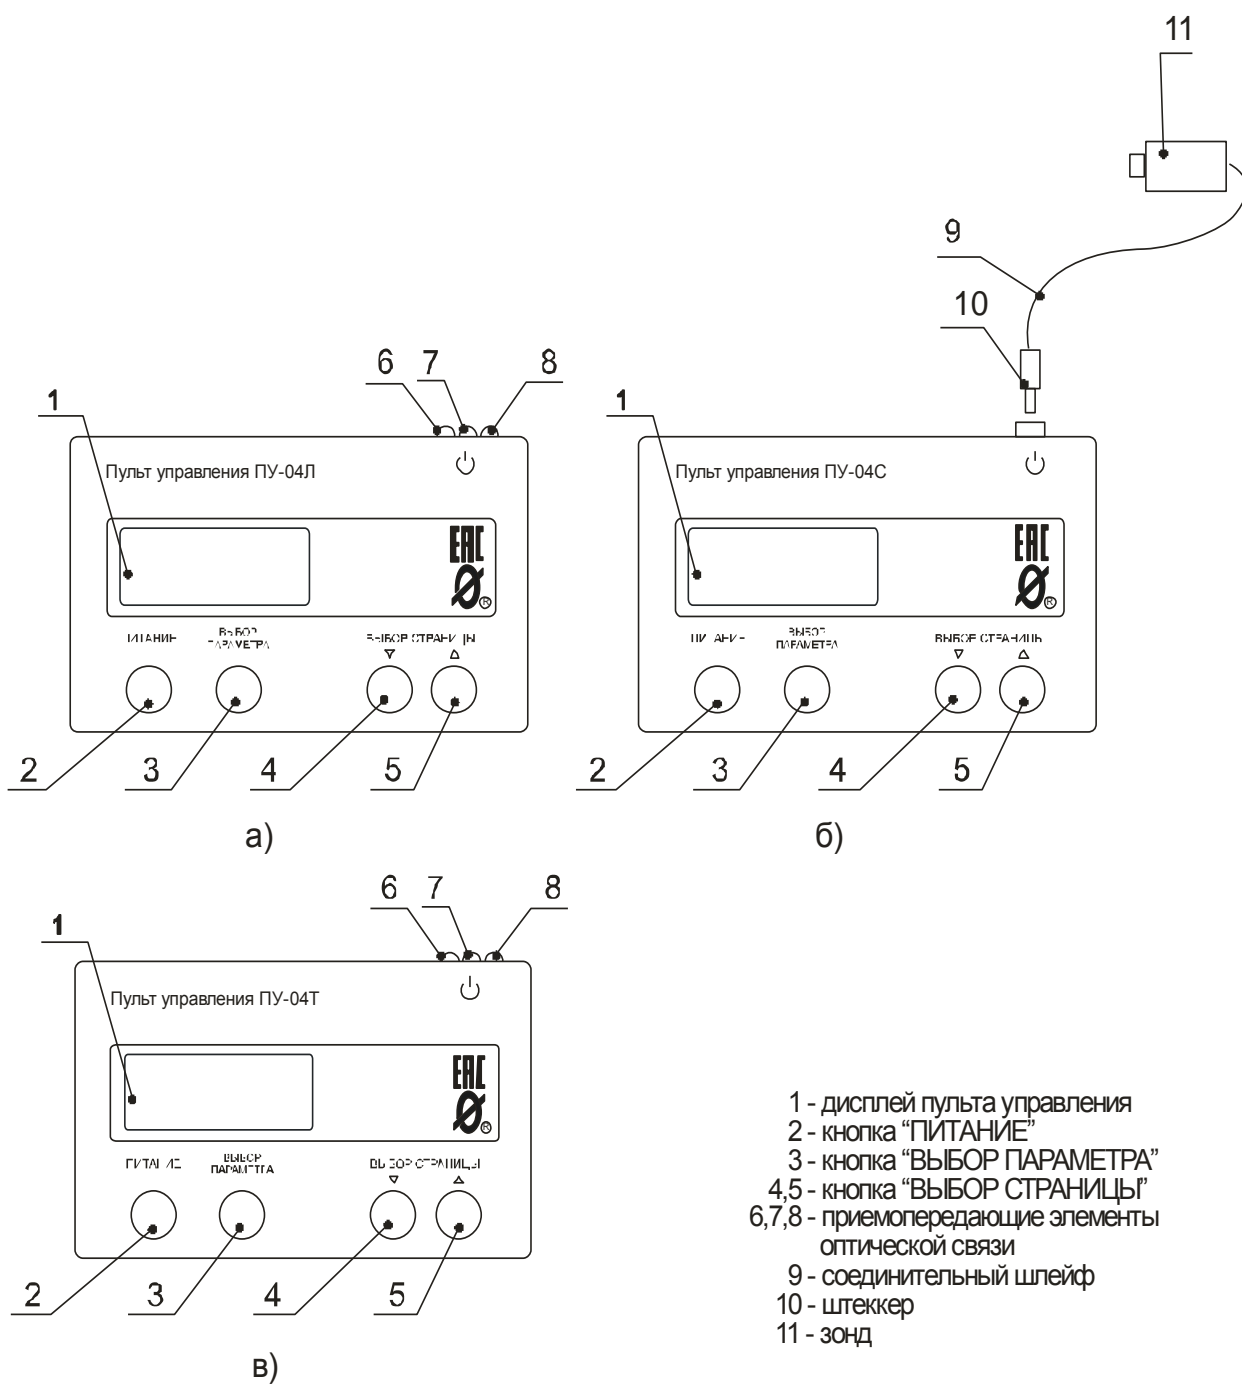

Рисунок 2 – общий вид пультов, расположение их органов индикации и управления
8.4.1 Нажмите кратковременно кнопку "ПИТАНИЕ" пульта (рис.2,а). На дисплее появится сообщение:
В связи с этим при монтаже реле в электросистему может понадобиться установка шунтирующего резистора (показан на рис.2 пунктиром) для устранения наведенного напряжения.